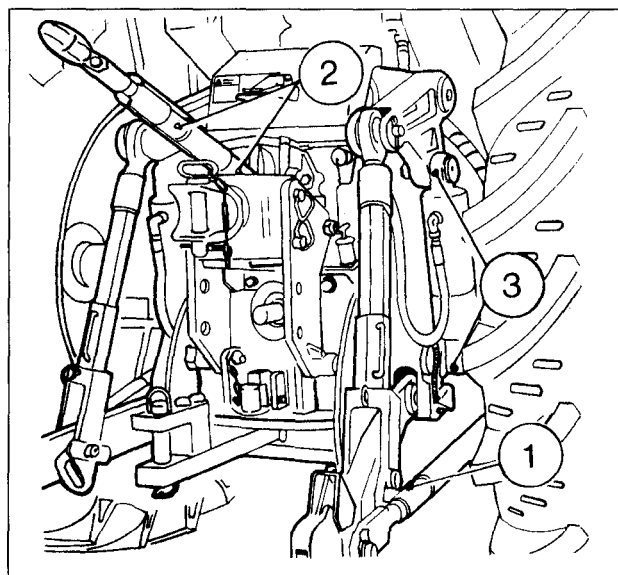

Fig. 1.
- Stabilisators (1 fig. 1), aantal smeernippels: ...2.
- Topstang (2 fig. 1), aantal smeernippels: ..... 2.
- Scharnierpunten hefcilinders (3 fig. 1), aantal smeernippels: .....2.